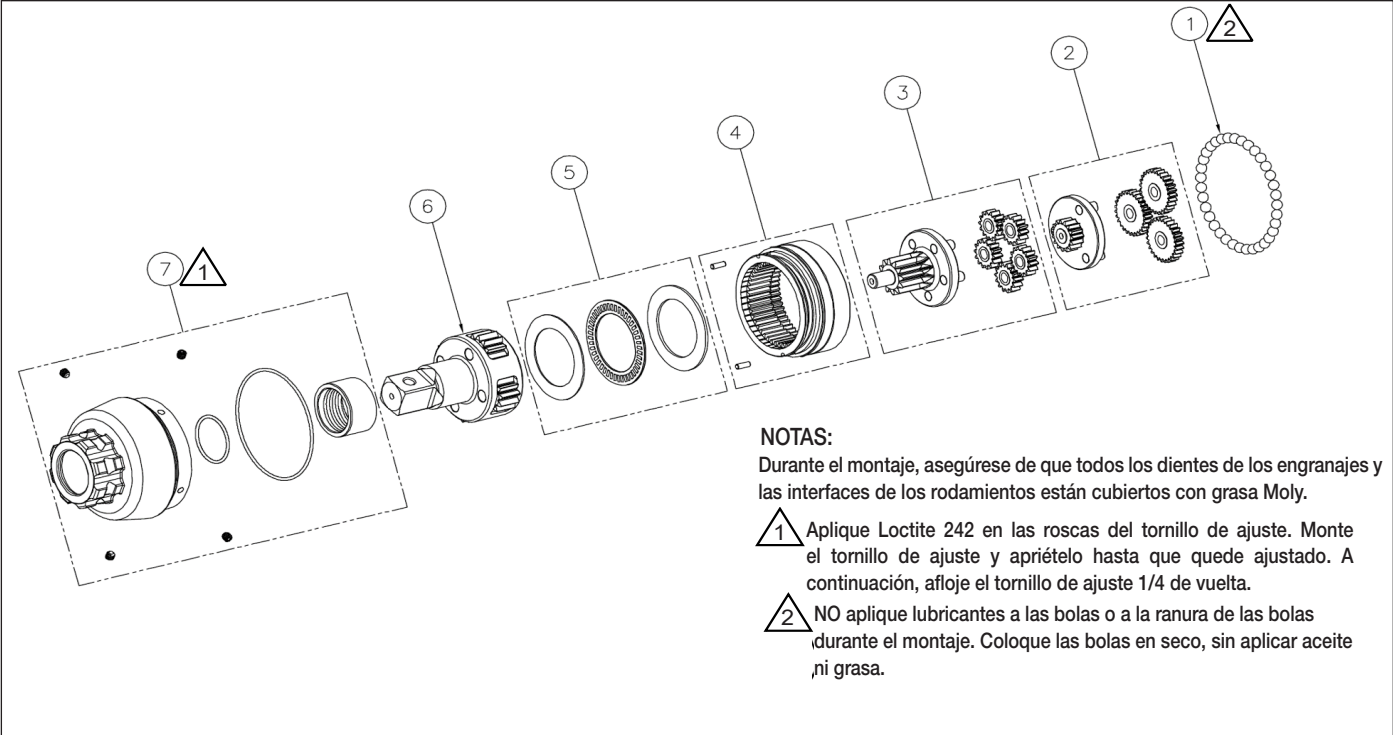

Figura 9: Conjunto de caja de engranajes TW500SR
9.5.1 Tabla de piezas (Figura 9)